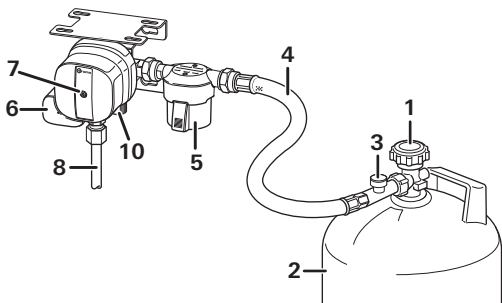

Figura 1a
- Collegare la bombola del gas (2) e assicurarsi che il raccordo del tubo flessibile sia in perfette condizioni.
- Aprire la valvola della bombola (1).
- Premere con forza la protezione antirottura (figura 1a – 3) sul tubo flessibile ad alta pressione per circa 5 secondi.
- Se il pulsante giallo di reset (7) non è premuto (posizione «non pronto per l'uso»), ripristinare il crash sensor.
- Chiudere la valvola (1) della bombola del gas vuota (2).
- Svitare il tubo flessibile ad alta pressione (4) dalla bombola del gas (2) e, se presente, rimuovere l'adattatore a innesto.
- Aprire la valvola (1) della bombola del gas piena.
- Premere la protezione antirottura del tubo flessibile (figura 1a – 3) ed eventualmente premere il pulsante giallo di reset (7), ruotarlo leggermente in senso orario e tenerlo premuto per 5 secondi.
- Avvitare il tubo flessibile ad alta pressione (4) specifico per paese all'ingresso del filtro gas (5) / di MonoControl CS e alla bombola (2 / o all'adattatore a innesto).